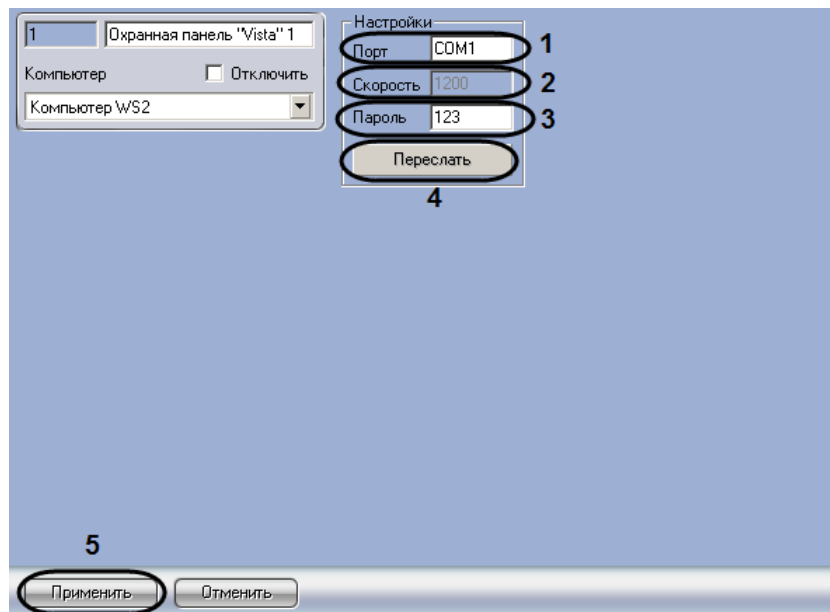

Рис. 3.2—2. Настройка подключения ОПС Vista-501
2. В поле **Порт** ввести название COM-порта подключения *ОПС Vista-501* (см. Рис. 3.2—2, 1).
3. В поле **Скорость** указано значение скорости передачи данных по COM-порту в Бит/с (см. Рис. 3.2—2, 2).